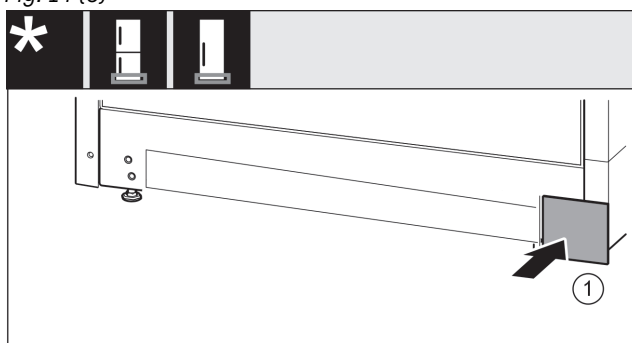

Fig. 15
- ▶ Osłonę założyć ponownie z drugiej strony. Fig. 15 (1)